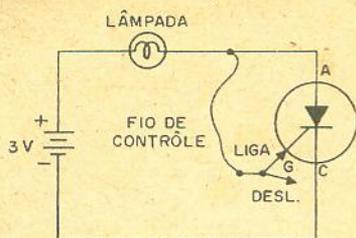

Figura 24
A figura 24 apresenta o mesmo circuito, utilizando, porém, um RCS (GE-X1), o qual é dotado de circuito porta. Para ligar a lâmpada toca-se rapidamente com o fio de controle no terminal porta (G) do RCS. Para desligar a lâmpada toca-se momentaneamente com o fio de controle no terminal de catodo do RCS. Se invertermos a polaridade da bateria o RCS não conduzirá.